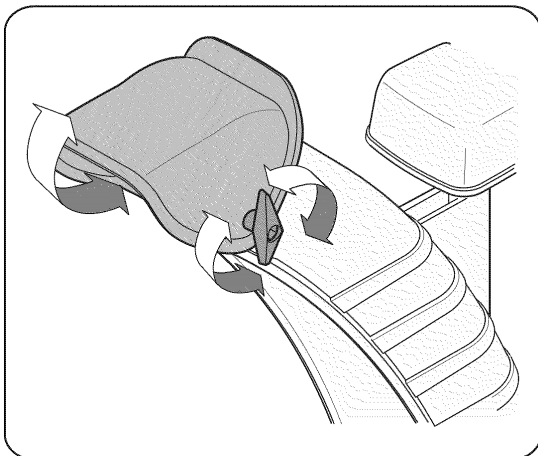

Рис. 10
2. Поверните желоб вверх или вниз и затяните фиксатор (См. Рис. 10).